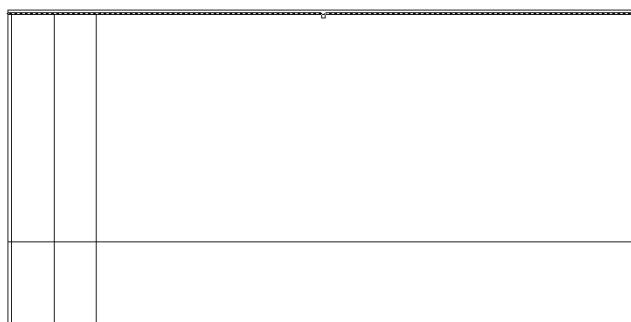

Рис. 4.10 ▼ Смещение внутренней линии контура задней стенки
- Теперь выберите внутреннюю горизонтальную линию контура задней стенки (рис. 4.10) и также сместите ее внутрь рабочей зоны на 400 мм.